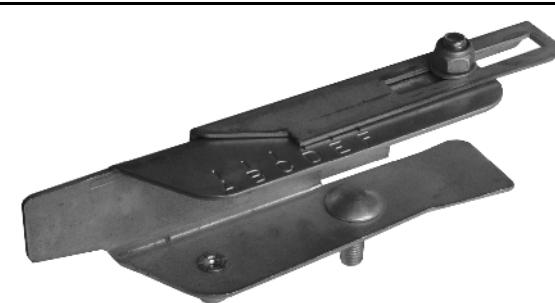

図 81
- 設定は境界散布デフレクターをガイドブラケット(図 81/1)上ですらすことで行います。
- 散布表で読み取る必要のある値は境界散布デフレクターでも確認できます(図 81/2)。
- シリンダホルダの先端は、設定値用の表示器になります(図 81/3)。
1. 回転ハンドル(図 81/4)を外します。
2. **境界散布:** スナップフックでロープをジョイントプレートに固定します(図 81/5)。